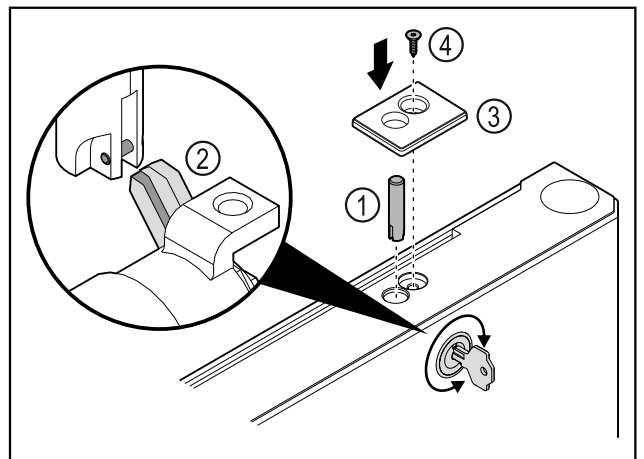

Fig. 42
- Vndosni kunjin e bravës Fig. 42 (1).
- Rrotulloni lehtë bravën, në mënyrë që kunj i bravës Fig. 42 (2) të futet në kanal in e bravës.
- Vndosni kapakun mbulues Fig. 42 (3).
- Vndosni vidën Fig. 42 (4).